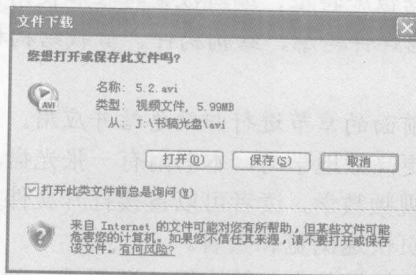

图 2
(2) 在打开的“文件下载”对话框中单击“打开”按钮,系统会自动调用默认的播放器播放教学视频,如图 2 所示。